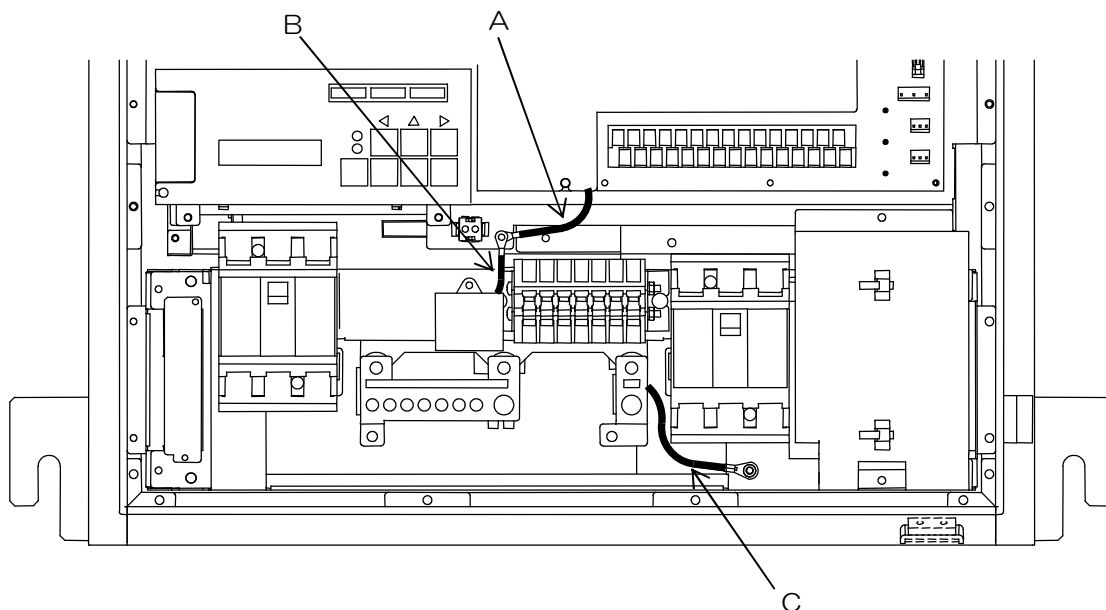

図12. 2 接地線の取り外し箇所
- ⑥図12. 2を参照して、A, B, Cの接地線（緑色線）3本を外してください。取り外した配線の端子は、絶縁のためにテーピング処理をしてください。